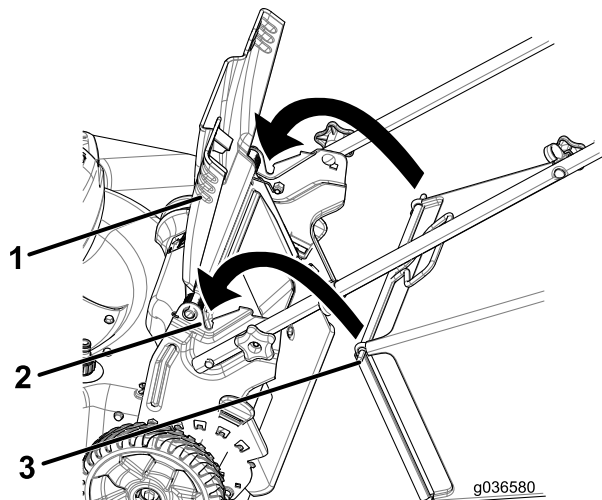

Figure 24
1. Soulevez le déflecteur arrière et maintenez-le dans cette position (Figure 24).
2. Montez le bac à herbe en veillant à placer les ergots dans les crans du guidon (Figure 24).